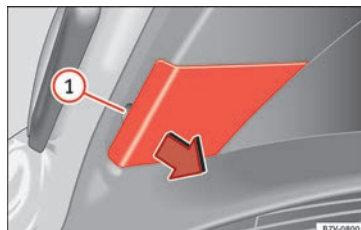

Fig. 112 Dans le hayon arrière : retirer le cache.
2. Retirez le cache avec soin en faisant levier avec la partie plate du tournevis de l'outillage de bord (» fig. 101) au niveau de l'évidement » fig. 112 ①.